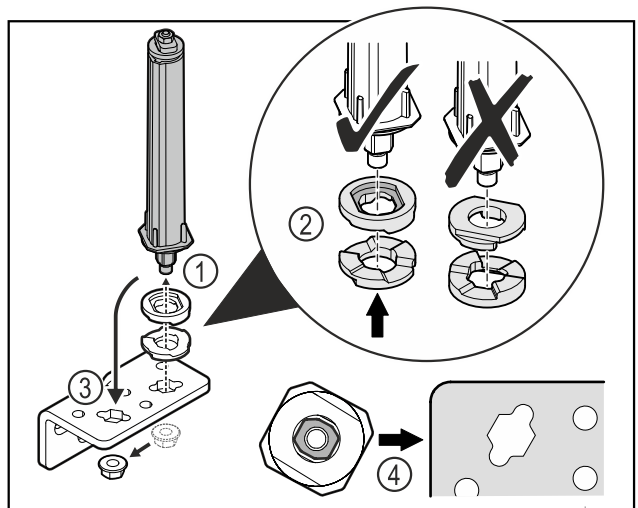

Fig. 46
- ▶ Atlaisvinkite veržlę ir pašalinkite durų uždarymo sistemą Fig. 46 (1).
- ▶ Atkreipkite dėmesį į tai, kad aukščio reguliavimo poveržlės būtų tinkamai išlygiuotos Fig. 46 (2).
- ▶ Perkelkite durų uždarymo sistemą šarnyriniame kampuočiuje ir užfiksuokite veržle Fig. 46 (3).
- ▶ Įstatydami atkreipkite dėmesį į tai, kad durų uždarymo sistema būtų tinkamai išlygiuota Fig. 46 (4).